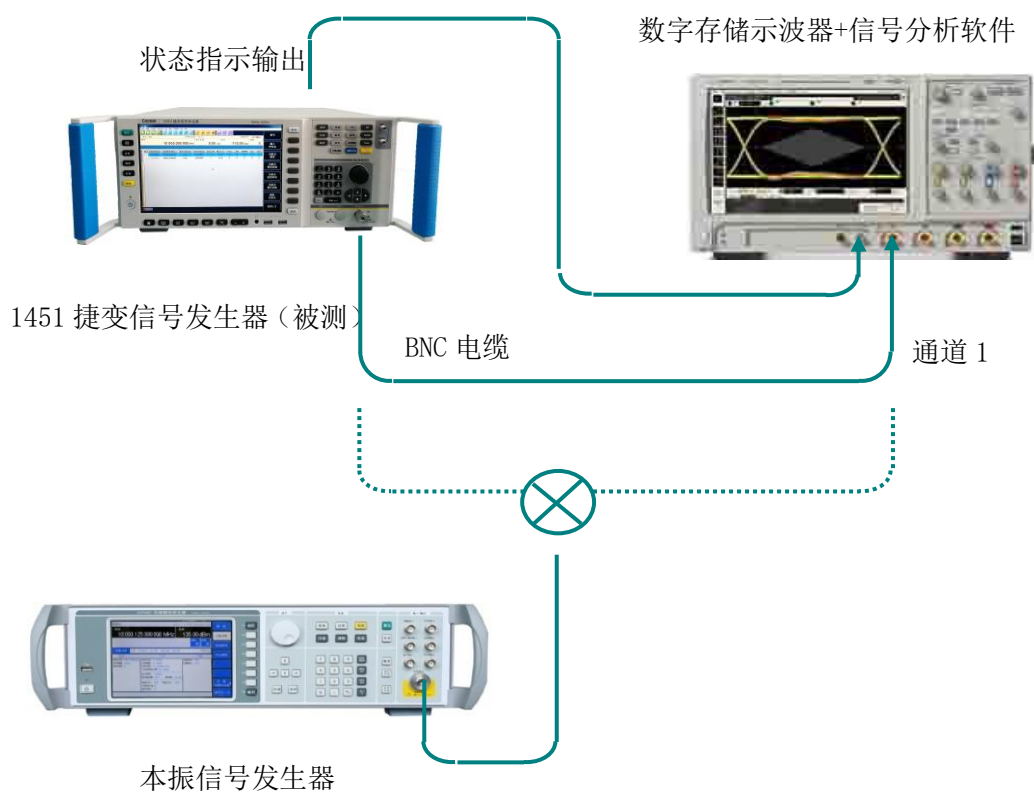

图 6.3 频率捷变时间测试
测试框图：见图 6.3
- 1) 按图 6.3 直通（非混频）方式连接设备。